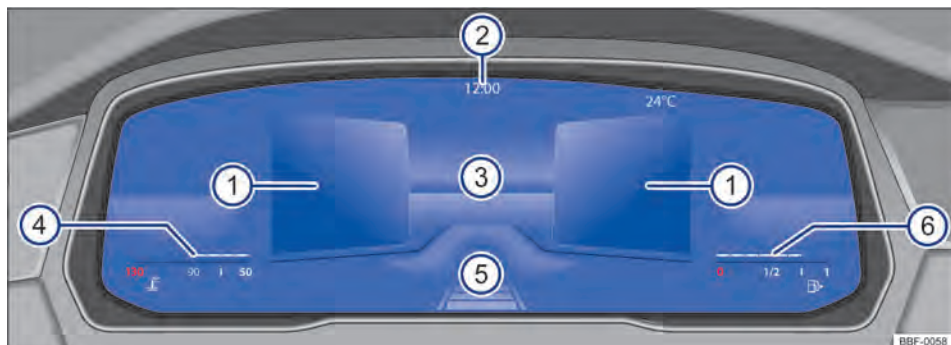

Fig. 10 Active Info Display (variante 2) en el tablero de instrumentos.
La exhibición principal → fig. 10 ③ puede alternarse presionando la tecla **VIEW** en el volante multifunción. La representación en el área de indicación puede exhibir las siguientes vistas:
- **Resumen:** después de finalizado el sistema de propulsión: exhibición de información acerca del estado del vehículo en las áreas ①, por ejemplo, ubicación del cuentakilómetros total.